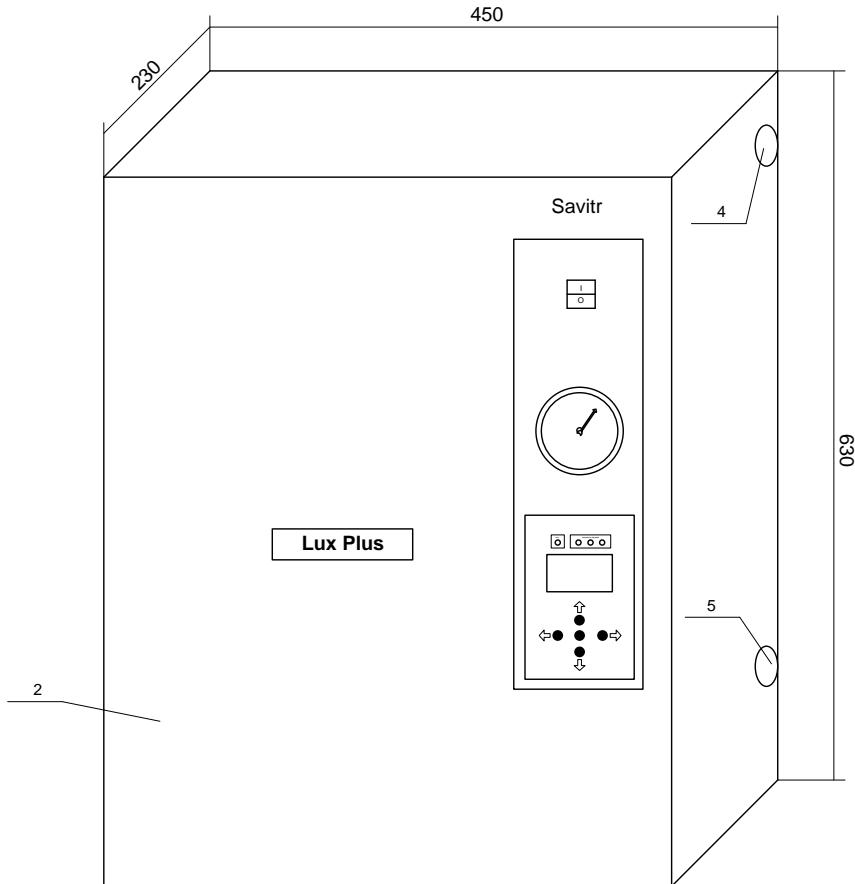

Рисунок 2. Общий вид водонагревателя «Lux Plus»
6.1. Для подготовки водонагревателя электрического типа «Lux Plus» /«Ultra Plus» к работе, необходимо подсоединить его к отопительной системе, закрепив его на стене таким образом, чтобы в случае срабатывания клапана безопасности (поз.17 рис.2) теплоноситель мог свободно стекать вниз.
Для электрического питания котла необходимо подключить три фазы к контактам пускателя (поз.10 рис.2), соответственно к клеммам А, В, С и нейтраль к клемме N.
Рекомендуется силовые кабели и кабели управления прокладывать раздельно, для этого в корпусе предусмотрены раздельные кабельные вводы (поз 4 и 5 рис. 2).
6.8. Заземлите водонагреватель. Контакт заземления (поз.11 рис.2), соедините медным гибким проводом, сечением не менее $2,5 \text{ мм}^2$ с заземляющей магистралью. Последовательное включение в заземляющую магистраль запрещается!